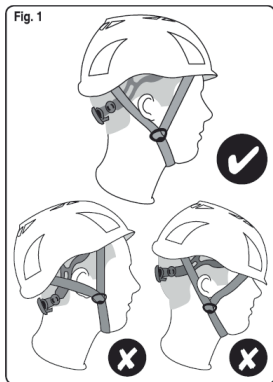

Fig. 2
2. Mettez le casque sur la tête et réglez le tour de tête par l'intermédiaire de la molette de réglage (dans le sens des aiguilles d'une montre pour serrer, dans le sens inverse des aiguilles d'une montre pour desserrer) jusqu'à ce que vous obteniez l'ajustement souhaité (Fig. 2).
2. Put the helmet on and adjust the headband using the adjuster knob (turn clockwise to tighten, anticlockwise to loosed) until you reach the desired length (Fig. 2).
2. Setzen Sie den Helm auf und verstellen Sie die Weite des Kopfbandes mit dem Einstellrad (im Uhrzeigersinn wird es enger, gegen den Uhrzeigersinn wird es weiter), bis der Helm wie gewünscht sitzt (Abb. 2).
2. Colóquese el casco en la cabeza y ajuste la circunferencia de la cabeza con la ruedecilla de ajuste (en el sentido de las agujas del reloj para apretar, en el sentido contrario para aflojar) hasta que obtenga el ajuste deseado (fig. 2).
2. Indossare il casco e regolare la larghezza della fascia girotesta girando la rotella (in senso orario per stringere e in senso antiorario per allargare) fino a raggiungere la posizione desiderata (Fig. 2).